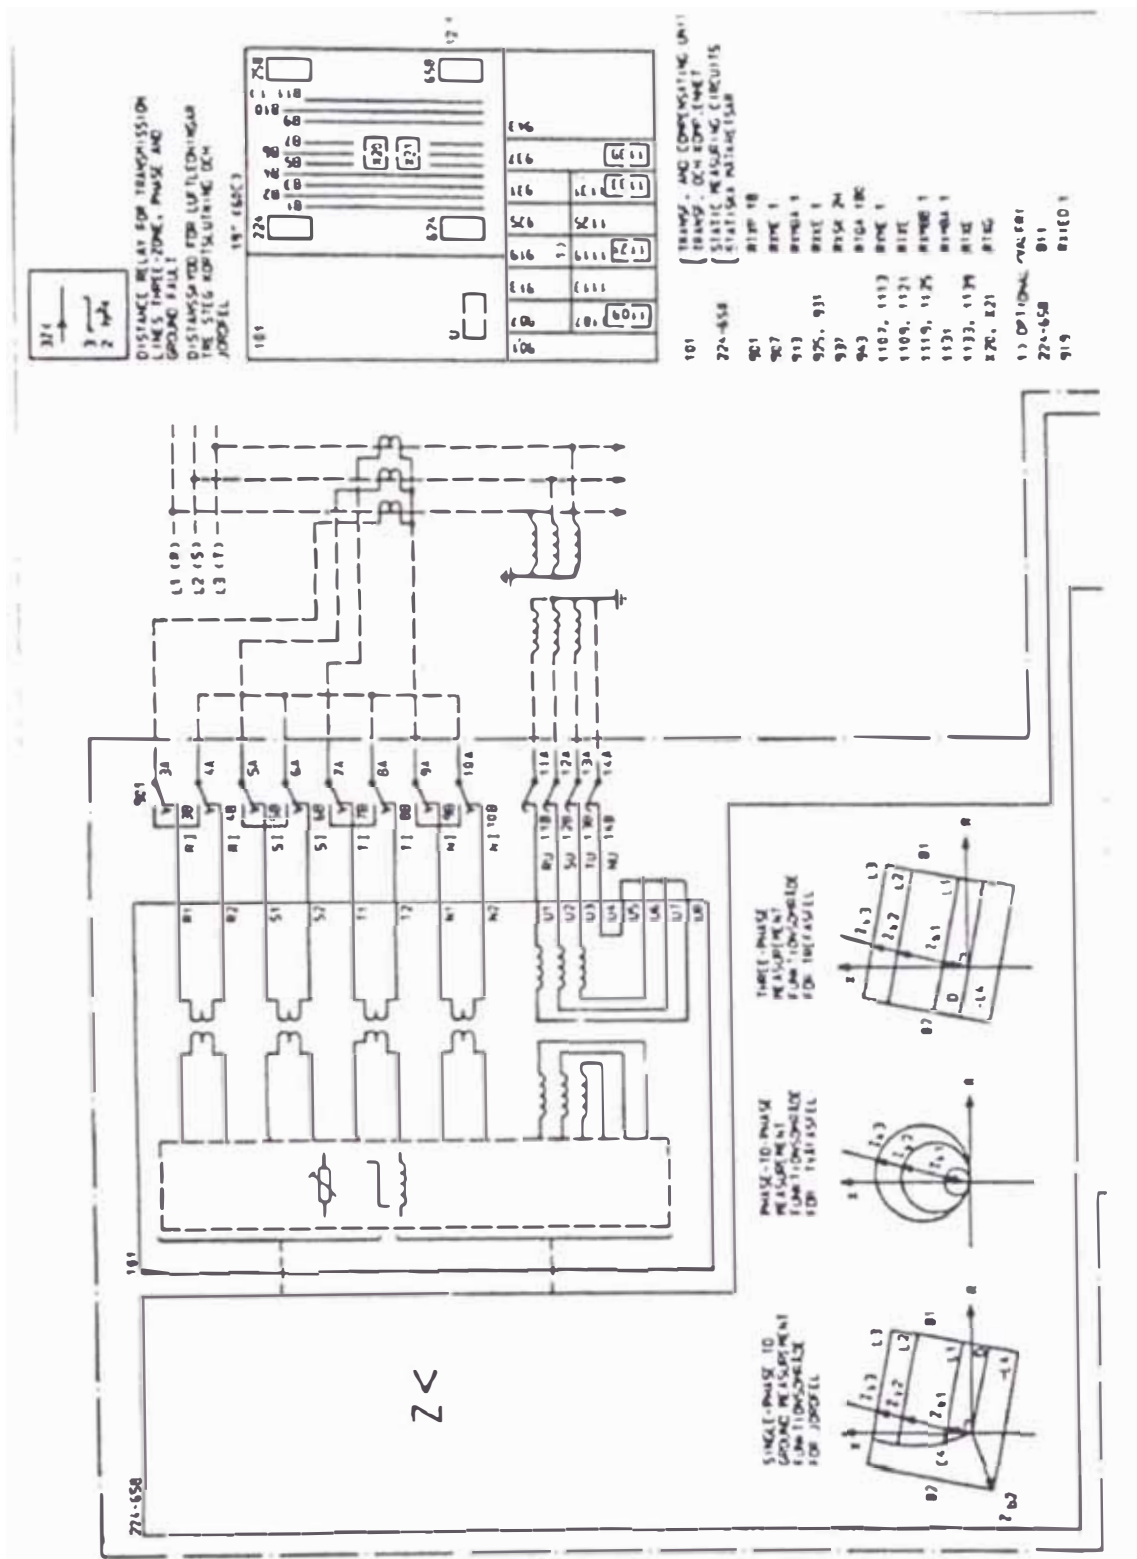

Figura V.2. Conexiones de tensión y corrientes
- Se realiza las conexiones de la maleta de pruebas al peine de acuerdo a los esquemas de las figura V 2 y V.3